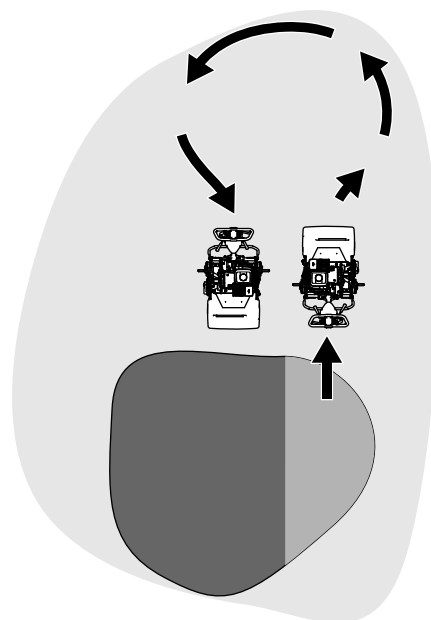

图 19
- 机器掉头应当在果岭之外进行方法为抬起滚刀将手柄向下压然后使用驱动轮鼓进行一个泪滴状的转变图 19。
1. 找到变速箱上的牵引接合杆 图 19。